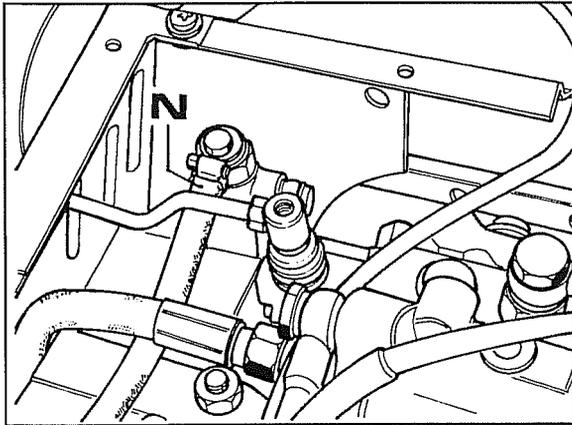
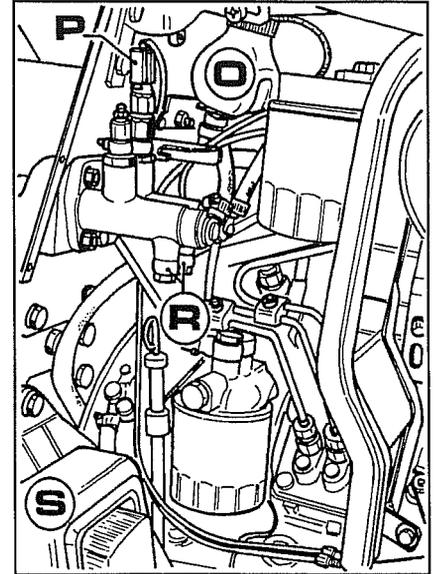

Abb. 11
Abb. 12
7. Nach dem Entleeren des Behälters der Bremsflüssigkeit **O** Abb. 12 den Druckschlauch **N** Abb. 11 von der Pumpe der Differentialsperre entfernen.
8. Die elektrischen Kabel mittels der Blöcke **P** Abb. 12 von der Lampe des Bremslichtes abtrennen und sie dann von hinten herausziehen.
9. Die Druckleitungen **R** Abb. 12 von den Bremspumpen abtrennen, wobei zu beachten ist, daß man sie während der Abtrennung von der Maschine begleitet, damit sie nicht beschädigt werden.
10. Die Kotflügel **S** und **T** von Abb. 12 und 15 mit den zugehörigen Kabelsträngen entfernen.